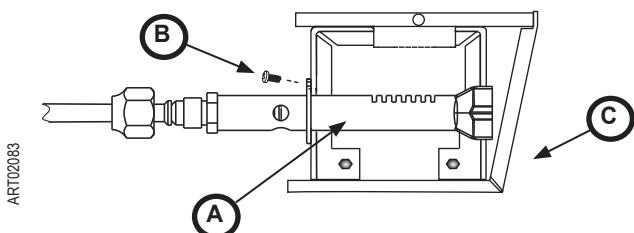

Fig. 8: Quemador y caja del quemador
5. Saque el tornillo del quemador (fig. 8, B). Saque el quemador (fig. 8, A). Póngalos aparte.
7. Saque el tornillo de montaje de la caja del quemador (fig. 8, C). Póngalos aparte.